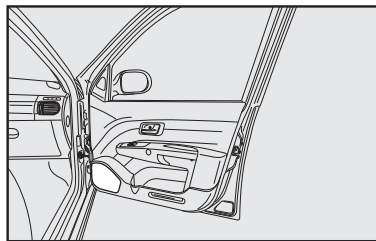

fig. 126
– sede para alto-falantes na lateral traseira da Strada Adventure Cabine Dupla **fig. 126**.
– alto-falantes na porta dianteira **fig. 126**.